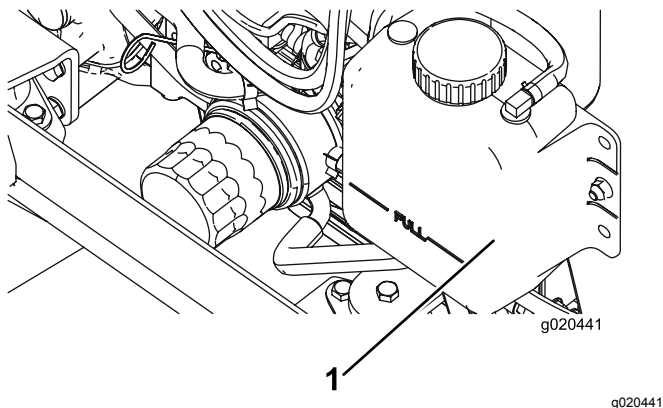

Bild 98
1. Nehmen Sie den Kühlerdeckel und den Deckel des Ausdehnungsgefäßes vorsichtig ab (Bild 98).